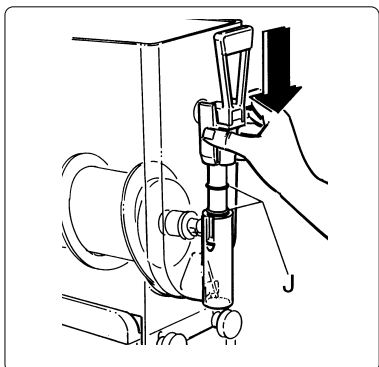

Fig. 18
- h) Rimontare il rubinetto avendo cura di cospargere con grasso di veselina le guarnizioni (J) per agevolare lo scorrimento del rubinetto nella propria sede fino a completo inserimento (vedi fig. 18).